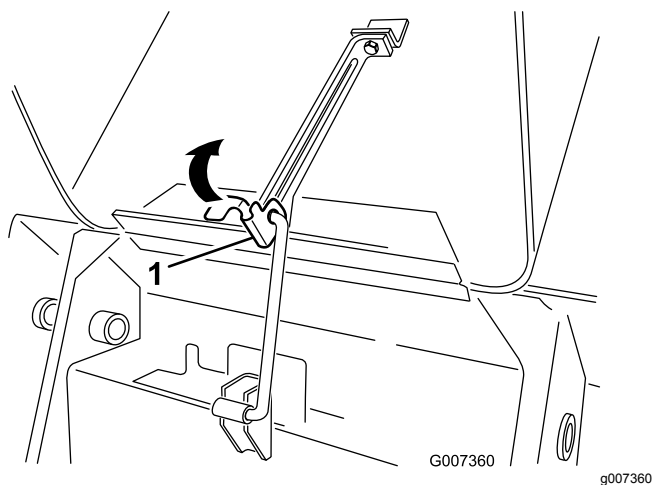

Figure 25
1. Tirez la patte de fixation de la béquille (Figure 25)